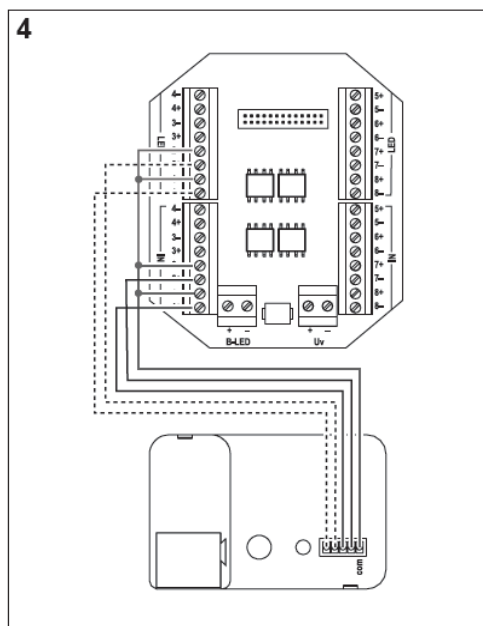

Figura 4
- Guiar los conductores de las salidas **A1** y **A2** a los bornes **1+** y **2+** del bloque de bornes **LED** en el adaptador (figura 4) y apretar los bornes.
- Guiar los conductores de las entradas **E3** y **E4** a los bornes **1+** y **2+** del bloque de bornes **IN** en el adaptador (figura 4) y apretar los bornes.